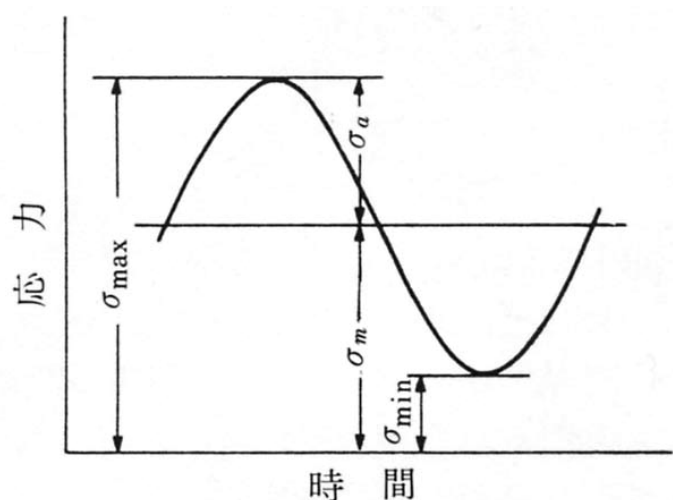

図6-1 金属材料の疲労試験における作用応力の時間変化
- (1) 図6-1は金属材料の疲労試験における作用応力の時間変化を示す模式図である。図中に示した σ_a 、 σ_m の名称をそれぞれ答えなさい。